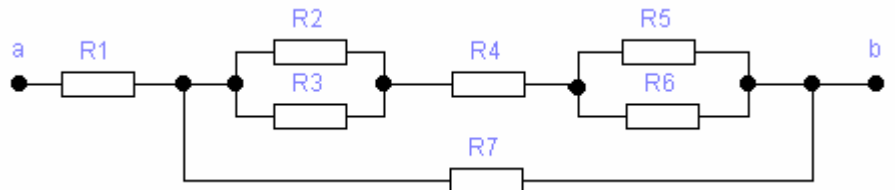

Рис. 2.19.
2.7.28. Для кола, що зображене на рис.2.19, визначити еквівалентний опір відносно затискачів